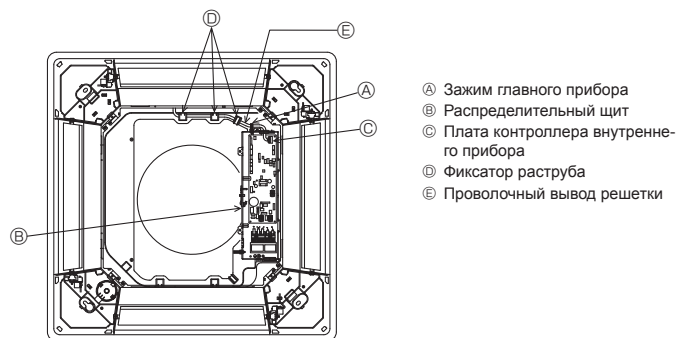

Fig. 6-8
6.4.4. Соединение проводов (Fig. 6-8)